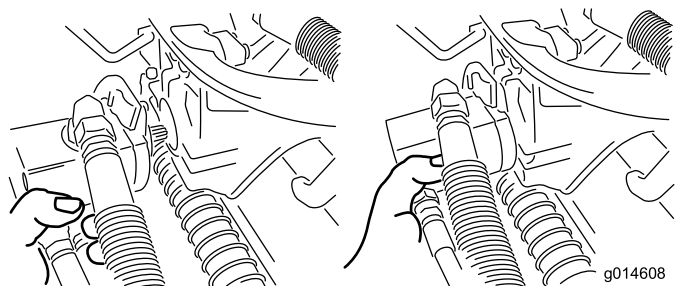

図 33
3. 外したモータは、サスペンションアームの前部にある一時保管位置にセットしておく(図 33)。